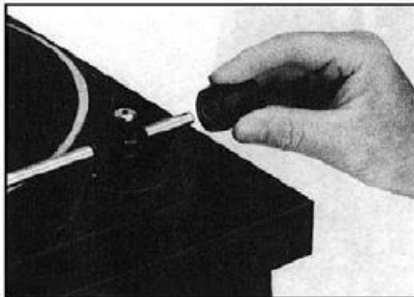

Рис.4
2. Поверните противовес тонарма **3** (рис. 4). Разблокируйте тонарм и переместите его на опору тонарма. Установите рычаг подъема тонарма **5** в позицию ▼ . Во время выполнения этой операции придерживайте тонарм.